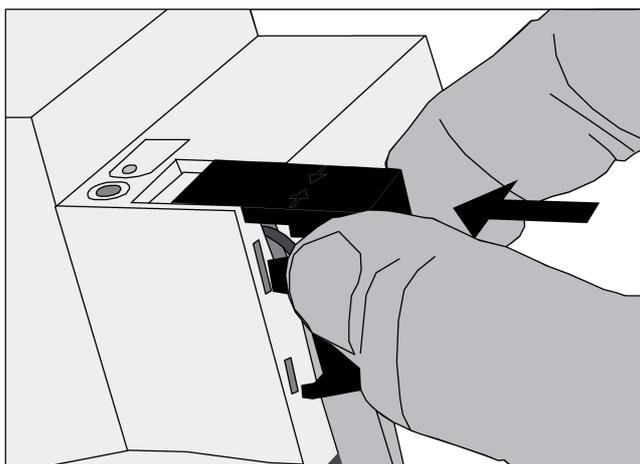

Figura 5: Colocar la tapa
- Insertar la tapa en el borne de bus, hasta que encaje (figura 5).